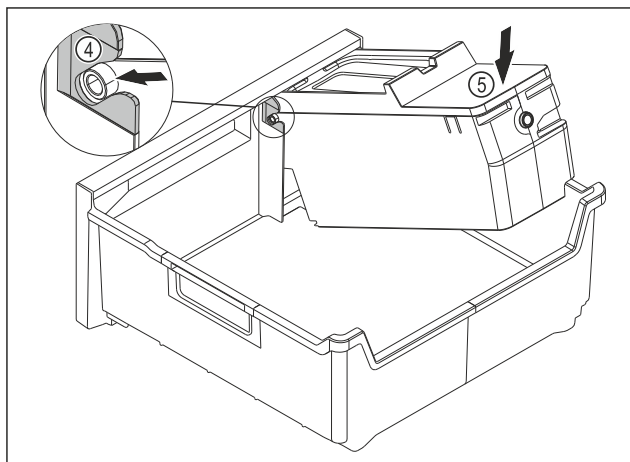

Fig. 145
- ▶ Az EasyTwist-Ice egység testének szerelése: Tolja be az EasyTwist-Ice egység testének tengelyeit a vezetőelemekbe Fig. 145 (4).
- ▶ Nyomja le az EasyTwist-Ice egység testének Fig. 145 (5) hátsó részét.